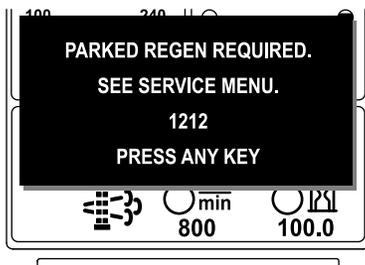

Figure 47
- ADVISORY #1212 (avis n° 188), demande de régénération en stationnement, affiché (Figure 47)